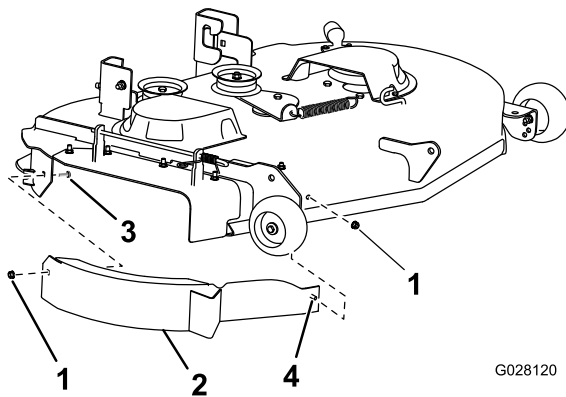

Figure 4
- Fixez le déflecteur sur le côté droit du tablier de coupe avec un boulon de carrosserie (5/16 x 3/4 po) et 2 écrous à embase (5/16 po), comme montré à la Figure 4.